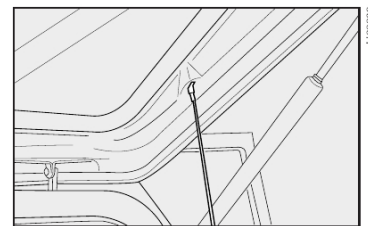

fig. 64
1) Gire o tirante **fig. 64** e retire-o do orifício.